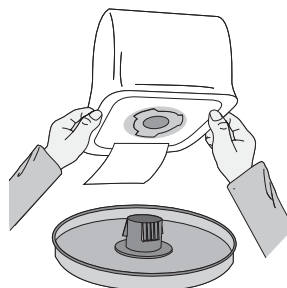

figura 7
6. Instalar la nueva bolsa, asegurándose de ajustar las marcas de la bolsa con las puntas del adaptador (**figura 7**). Luego efectuar una pequeña rotación para bloquearlas; así la bolsa está bien fijada.